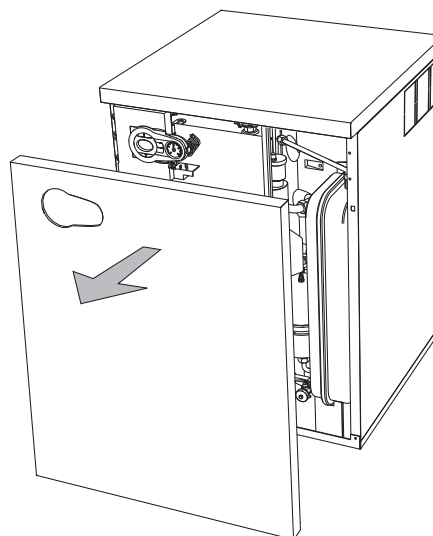

fig. 24 - Apertura pannello frontale
2. Rimuovere il pannello frontale (vedi fig. 24).
Per aprire il mantello della caldaia tirare a sè il pannello e sganciarlo (vedi fig. 24).